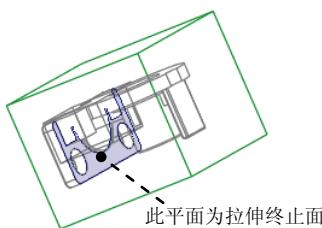
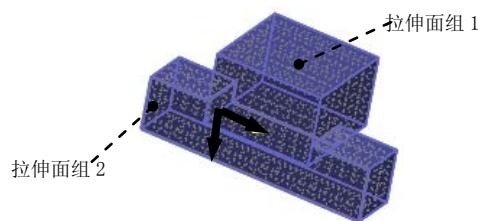

图 14.14 选取拉伸终止面
图 14.15 合并面组
(4) 设置深度选项。
① 在操控板中选取深度类型 (到选定的)。
② 将模型调整到图 14.14 所示的视图方位, 采用“列表选取”的方法, 选择图 14.14 所示的平面为拉伸终止面, 在“从列表中拾取”对话框中选择 **曲面:F1(外部合并):HANDLE-FORK_MOLD_REF** 选项, 在“从列表中拾取”对话框中单击 按钮。
③ 在操控板中单击 按钮, 在“选项”界面中选中 封闭端 复选框。
(5) 单击 按钮, 完成特征的创建。
Step5. 将拉伸面组 1 与拉伸面组 2 进行合并, 如图 14.15 所示。
(1) 遮蔽参考件和坯料。在模型树中右击 WF.PRT, 从系统弹出的快捷菜单中选择 **遮蔽** 命令, 用同样的方法遮蔽 HANDLE-FORK_MOLD_REF.PRT。
(2) 按住 Ctrl 键, 依次选取拉伸面组 1 与拉伸面组 2。
(3) 单击 **分型面** 功能选项卡 **编辑** ▾ 区域中的 **合并** 按钮, 系统弹出“合并”操控板。
(4) 在“合并”操控板中单击 和 按钮, 在模型中选取要合并的面组的箭头方向, 如图 14.15 所示。
(5) 在操控板中单击 按钮, 在“选项”界面中选中 相交 单选项。单击 按钮。